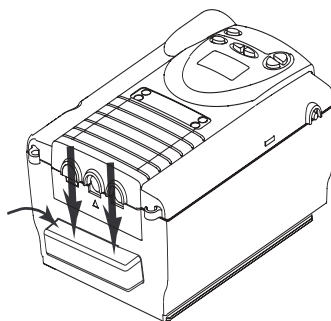

Abb. 5-2 Anbringen der Filterabdeckung
3. Befestigen Sie die Filterabdeckung wie in Abbildung 5-2 gezeigt. Richten Sie die Abdeckung so aus, dass die kleine Öffnung an der Abdeckung nach unten zeigt. Setzen Sie die Zapfen an der Unterseite der Filterabdeckung in die Schlitzte unter dem Filterbereich ein. Lassen Sie die Filterabdeckung einschnappen.